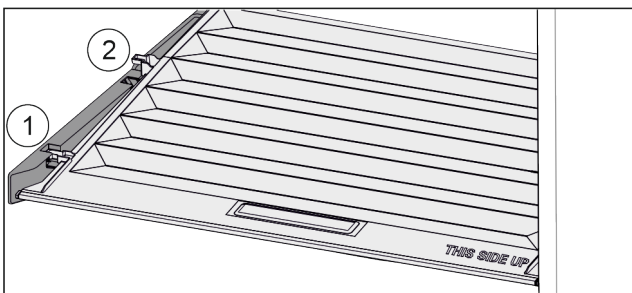

Fig. 150
- ▶ Tirer le couvercle vers l'avant jusqu'à dans l'orifice des pièces de retenue Fig. 150 (1).
- ▶ Le soulever par le bas à l'arrière et le sortir par le haut Fig. 150 (2).